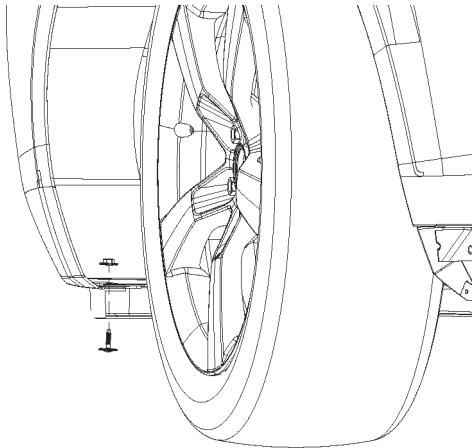

FIGURE 49
- Retirer le boulon et l'écrou en plastique du déflecteur d'air et les mettre au rebut. Un par côté. Se reporter à la Figure 49.